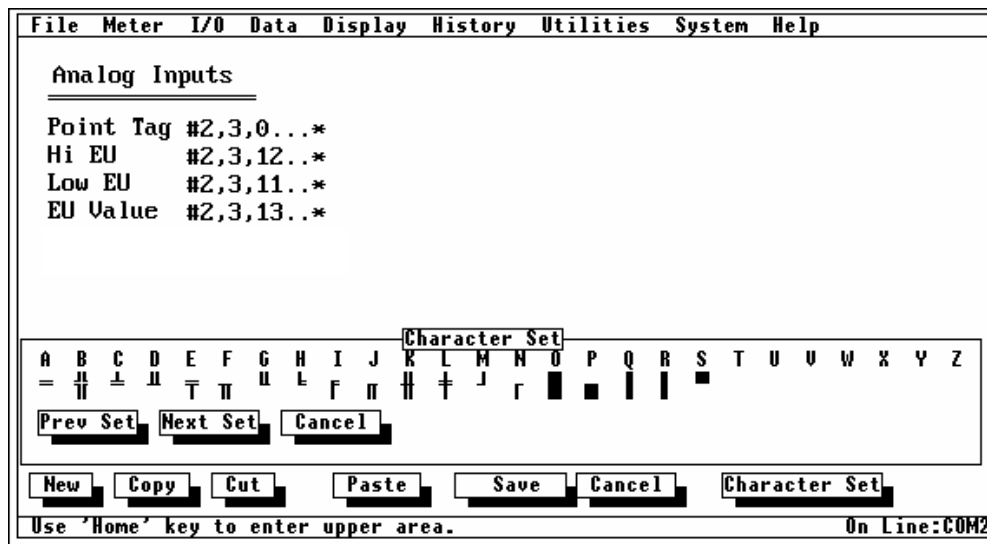

Figura 6-16. Exibindo dados Ativos
5. Posicione o cursor próximo ao **High EU**, **Low EU**, e **EU Value** campos de valor e adicione valores ativos para cada um desses campos usando **#**. Observe a Figura 6-16.